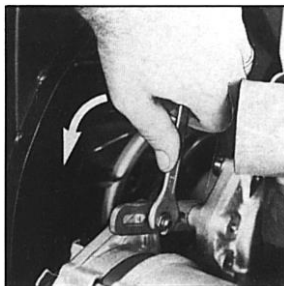

Рис.81.1
- ослабьте болты крепления генератора, поверните генератор в сторону двигателя (рис.81.1);